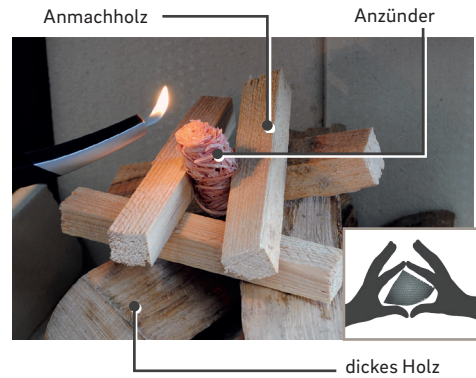

Abb.: 13 Beispiel: Anzündvorgang Holzbrand
- Anders als bei einem Lagerfeuer wird das Feuer im Heizeinsatz von oben angezündet. Legen Sie oben auf die Holzscheite möglichst klein gespaltenes, trockenes Weichholz als Anfeuermodul auf (Abb.: 13). Öffnen Sie den Verbrennungsluftschieber zum Anheizen vollständig (siehe „8.3.1 Verbrennungsluftschieber“ auf Seite 18). Mit der Menge des aufgegebenen Brennstoffes bestimmen Sie maßgeblich die Heizleistung. Legen Sie Befüllmengen entsprechend Kapitel „9 Scheitholztabellen, Heizwerte“ auf.